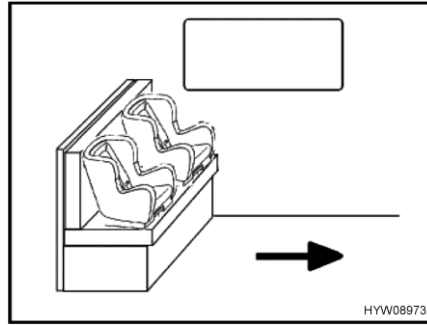
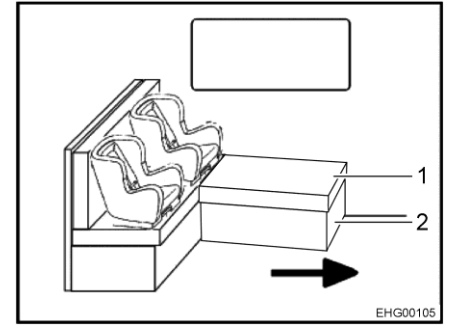

Fig. 22 Seggiolini per bambini sul sedile
Fig. 23 Seggiolini per bambini sul sedile a L
La freccia in Fig. 22 e Fig. 23 indica la direzione di marcia.
- Se necessario, rimuovere il cuscino (Fig. 23,1).
- Se necessario, chiudere la base cassapanca (Fig. 23,2).